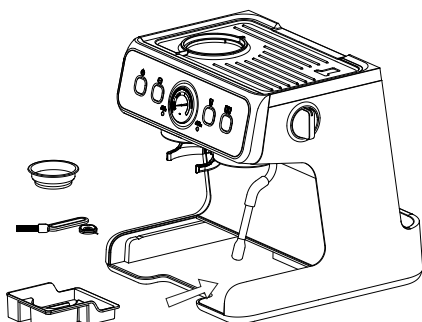

Abb. 8
Die BISTRO-Espressomaschine wird mit Reinigungswerkzeugen geliefert, darunter ein Reinigungsstift und eine Reinigungsbürste sowie eine Werkzeugkiste (15), in der du beides bequem aufbewahren kannst. Einfach-Tassen-Filter und Doppel-Tassen-Filter können auch in der Werkzeugkiste aufbewahrt werden. Die Werkzeugkiste befindet sich unten links im Gerät, hinter der Tropfschale. Wenn die Tropfschale entfernt ist (Abb. 8), kannst du auf die Werkzeugbox zugreifen, indem du sie einfach aus dem Fach ziehst.